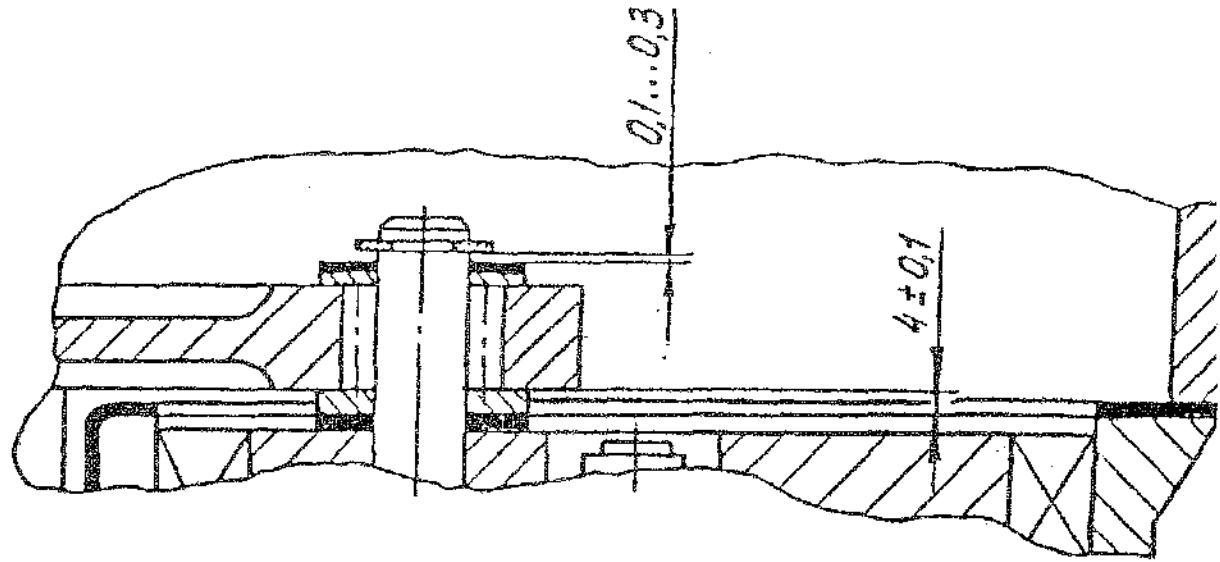

Рисунок 501 – Схема установки шатуна
<p>1 Подобрать по надобности шайбы (17, рисунок 1102), обеспечивая размер <math>4 \pm 0,1</math> мм (см. рисунок 501). Установить шайбы (17) на ось водила (4, рисунок 1101) или на ось водила (4, рисунок 1105). Установить на щит промежуточный (12, рисунок 1101) или щит промежуточный (10, рисунок 1105) прокладку (14, рисунок 1103).</p> <p>2 Пристыковать к электроприводу головку в сборе, пропустив при этом ось водила в отверстие шатуна. Закрепить головку на электроприводе винтами (13, рисунок 1103), установить шайбы (12), затем шайбы (11) и вернуть на грунтке установочные винты (10) до отказа. На болт (16) установить пластину (15) и завернуть болт (16) в резьбовое отверстие щита. Усики пластины отогнуть на грани головки болта.</p>	<p>Индикаторный глубиномер</p> <p>Ключ шестигранный 5 мм Отвертка Оправка Молоток Грунтовка ЭП-07б или ФЛ-08б</p>
<p>3 Сцентрировать отверстие шатуна и ось водила оправкой. Убрать оправку и в отверстие шатуна установить на смазке 15 роликов (2, рисунок 1103). На шатун (16, рисунок 1102) сверху установить по надобности шайбы (3, рисунок 1103), обеспечивая зазор 0,1 . . . 0,3 мм между шайбами (3) и (4) (см. рисунок 501). Установить шайбу (4).</p> <p>4 Вставить в паз корпуса двигателя (22, рисунок 1101) амортизатор (11, рисунок 1104). Закрепить на корпусе двигателя и головке (1, рисунок 1103) накладку (2, рисунок 1104).</p> <p>5 Надеть на шнур армированный вилки (17, рисунок 1104) втулку (12). Вложить вывод в паз накладки (2) и закрепить накладкой (15) с прокладкой (14) винтами (16). Накладку ставить выгнутой стороной к кабелю.</p>	<p>Оправка Пинцет Отвертка Щуп Смазка (см. п. 8.1) Отвертка  Отвертка</p>